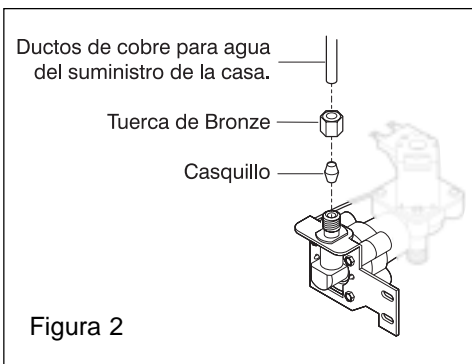

Figura 2
3. Instale la LÍNEA DEL SUMINISTRO DE AGUA de la manera siguiente (Figura 2):